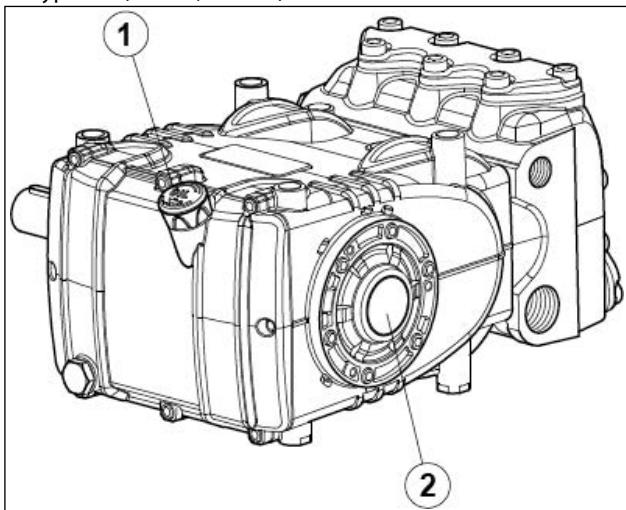

Рис. 14
- Масло в картере насоса находится на нужном уровне, проверьте его при помощи специального щупа (поз. ①, Рис. 14), в крайнем случае - при помощи индикатора уровня (поз. ②, Рис. 14).